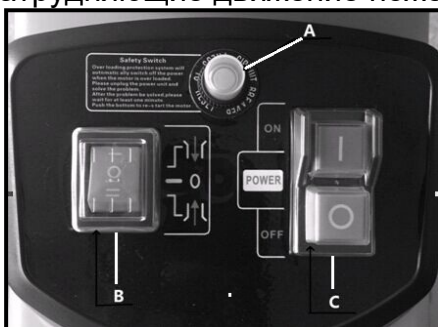

Рис. 4
3. Нажмите и удерживайте Выключатель в положении **ВКЛ. (I)**, чтобы удалить предметы, затрудняющие движение ножей. (Рис. 4)